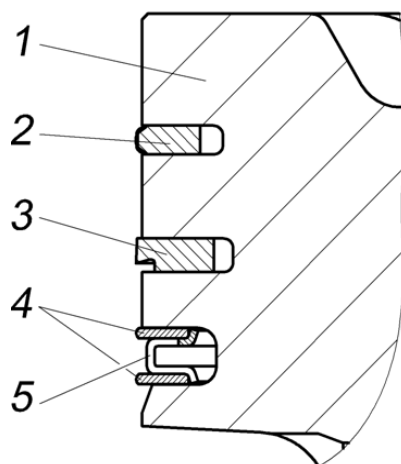

Рис.16. Поршневые кольца:
**Поршневые кольца** (рис.16) устанавливаются по три на каждом поршне: два компрессионных и одно маслосъемное.